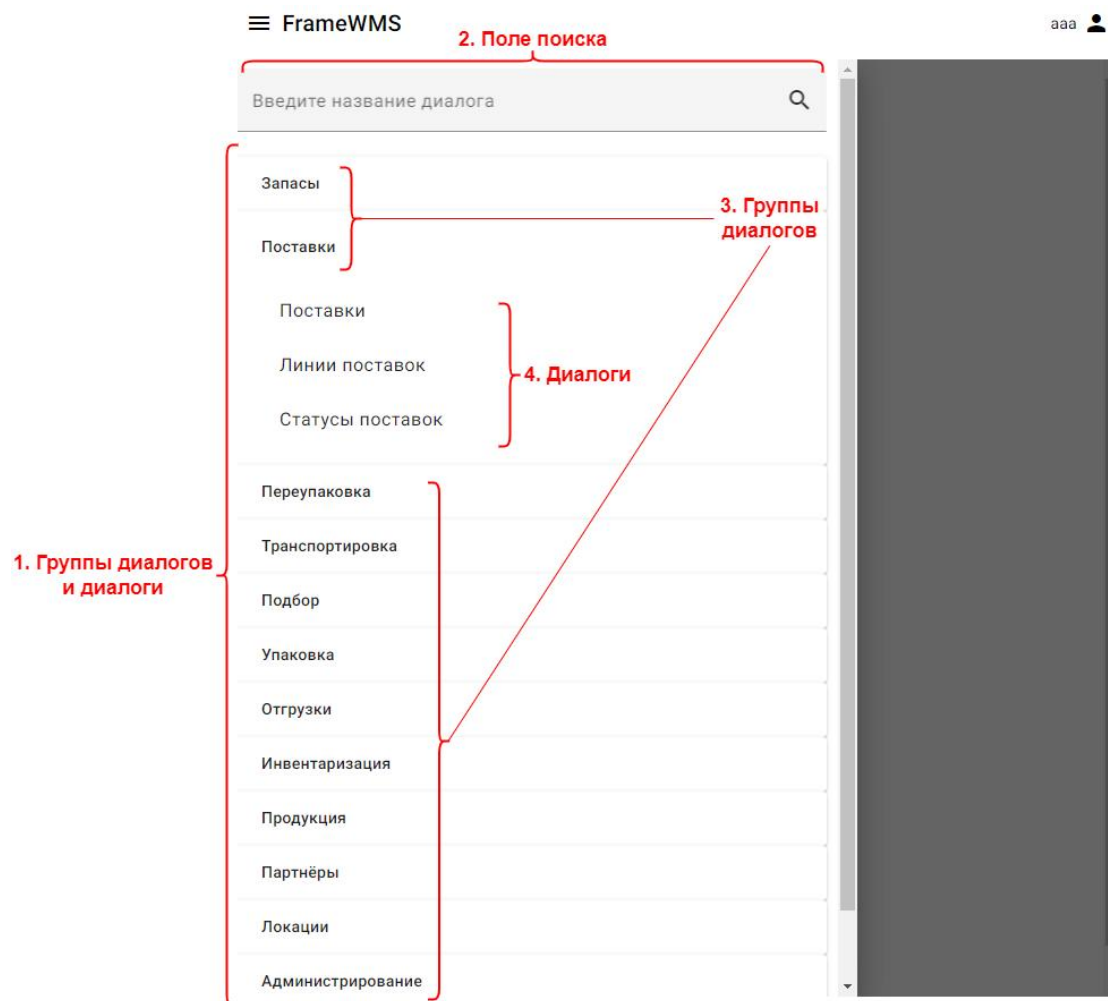

Рисунок 4: Навигация
1. Список всех **групп диалогов и диалоги** (Рис. 4, пункт 1) системы. При нажатии на **группу диалогов** (Рис. 4, пункт 3), открывается список **диалогов** (Рис. 4, пункт 4), принадлежащих этой группе. При нажатии на диалоги, открываются соответствующие диалоги системы.
2. **Поле поиска** (Рис. 4, пункт 2), для более удобной навигации по объектам системы.